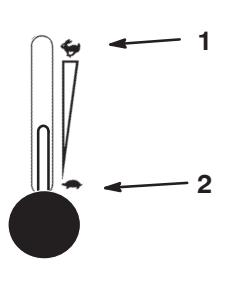

Figure 13
- Placez la manette d'accélérateur en position de Régime maximum pour démarrer à froid (Fig. 13).
- Désengagez la PDF (Fig. 13).
- Placez la manette d'accélérateur à mi-course, entre les positions Ralenti et Régime maximum (Fig. 13).